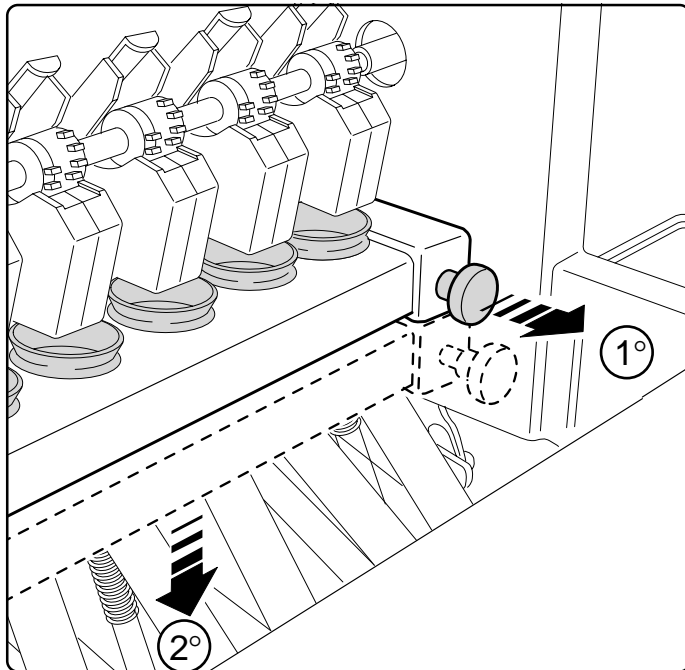

Fig. 31
- Sganciare la bussoliera (Fig. 31)
- *Release the bush-holder (Fig 31)*
- den Buchsenträger aushängen (Abb. 31).
- *décrocher le porte-douille (Fig. 31)*
- Abertura de las láminas (pos. 0, 1, 2), proceda como indicado a continuación:
- desenganchar el portaforros (Fig. 31);